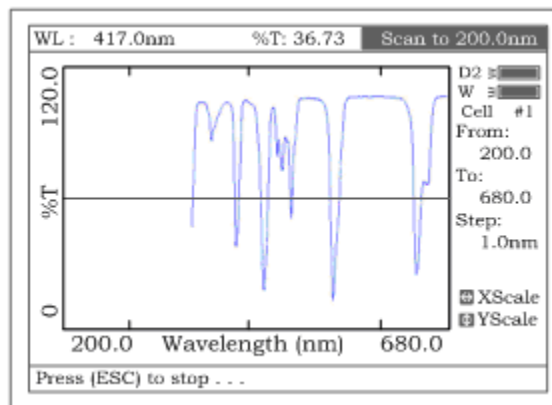
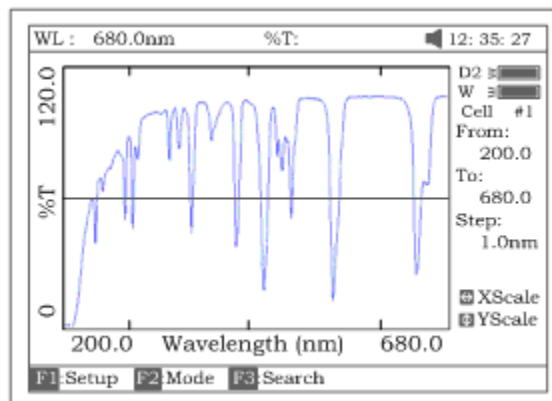

Рисунок 45
Рисунок 46
4. Поставьте кювету с пробой на пути луча, нажмите клавишу **[СТАРТ/СТОП]**, чтобы выполнить сканирование (рис.45). Клавиша **[ОТМЕНА]** предназначена для прекращения сканирования. Когда сканирование завершится, прибор издаст 3 звуковых сигнала (рис.46)